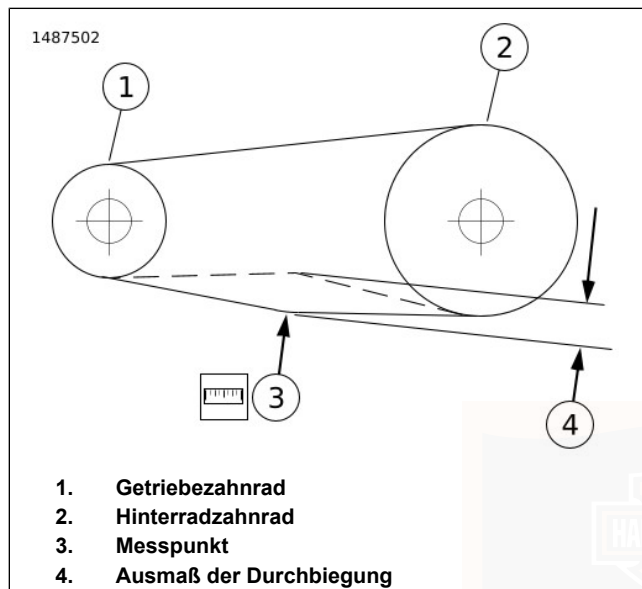

Abbildung 73. Durchbiegung der Antriebskette überprüfen
1. Siehe Abbildung 73. Die Kettendurchbiegung messen.
- b. Den Mittelpunkt am unteren Teil der Kette zwischen den Mittelpunkten von Getriebezahnrad (1) und Hinterradzahnrad (2) suchen.
- c. Das Rad drehen, um den straffsten Punkt der Kette am Messpunkt (3) zu finden.
- d. Die Kette nach oben schieben und dann runterziehen, um das Ausmaß der Durchbiegung (4) im unteren Teil der Kette messen.